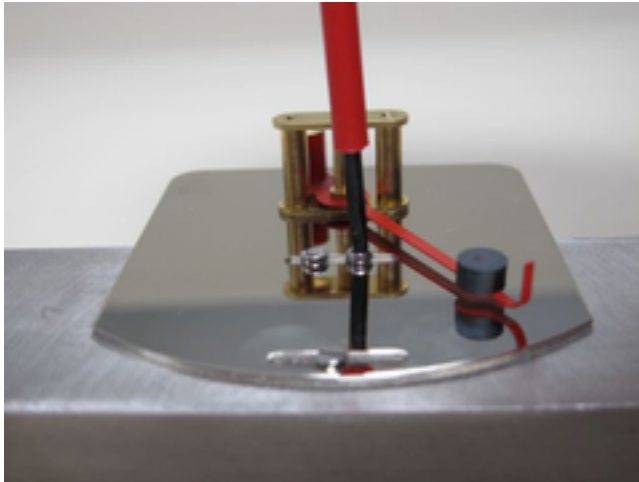

Abb. 73:
- 15.** ▶ Anzeige-Bodenplatte auf Gerätekörper legen und die Befestigungsschrauben soweit eindrehen, dass sich diese noch verschieben lässt (Abb. 73). Darauf achten, dass an der Langnut (Bereich Zeigerspitze) die Senkkopfschraube und im Bereich (Anzeige Mitte) die beiden Zylinderkopfschrauben eingesetzt werden